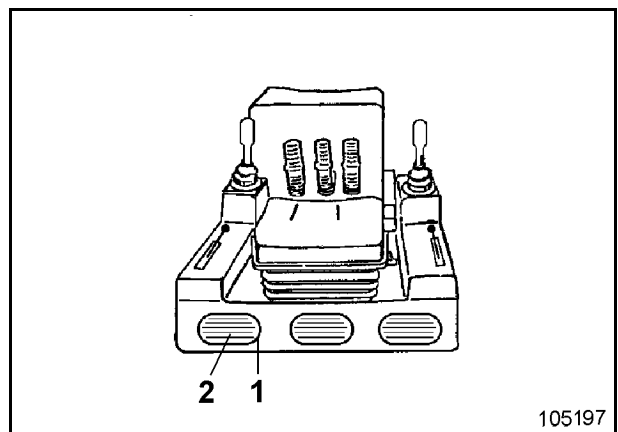

Fig. 3-129:
- ➔ Abdeckung (1, Fig. 3-129:) abnehmen.
- ➔ Filtermatte (2) wechseln.
- ➔ Abdeckung (1) wieder befestigen.